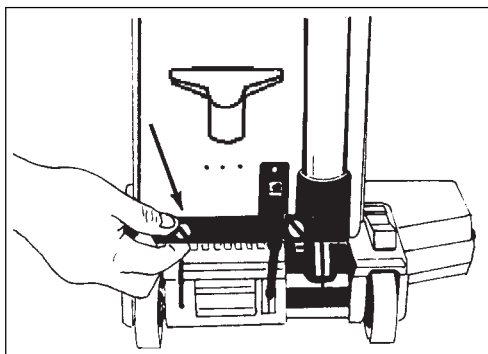
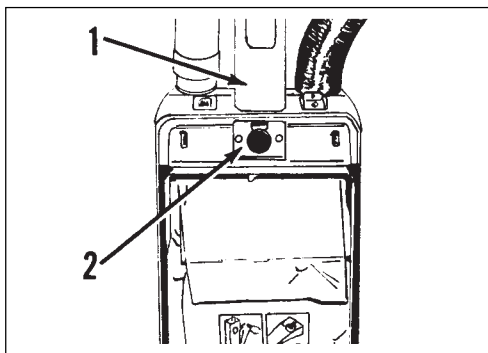

Figure 9
Figure 10
- c. There are two hinges with slots on the bottom of the tank housing (1). See figure 9. Put the tank housing on the pivot bracket. Slide the tank housing back until the slots fit around the front edge of the pivot bracket.
- d. Install the holding screws (2). See figure 9.
- b. Put the handle tube in the opening in the top of the tank housing (1).
- c. Put the thumbscrew through the hole in the front of the tank housing (2).
- d. Tighten the thumbscrew. To tighten the thumbscrew, turn it clockwise. See figure 10.
- c. Deux charnières à encoche se trouvent sur la face inférieure du réservoir. Voir figure 9. Placer le réservoir sur le support pivotant. Faire glisser le réservoir vers l'arrière jusqu'à ce que les encoches s'engagent dans l'arête antérieure du support pivotant.
- d. Placer et serrer les (2) vis moletées . Voir figure 9.
4. Fixer l'ensemble du timon au réservoir. Pour ce faire, suivre la procédure ci-après. Voir figure 10 :
- b. Engager le timon dans l'ouverture située au sommet du réservoir (1)
- c. Introduire la vis moletée dans le trou situé sur la face avant du réservoir (2).